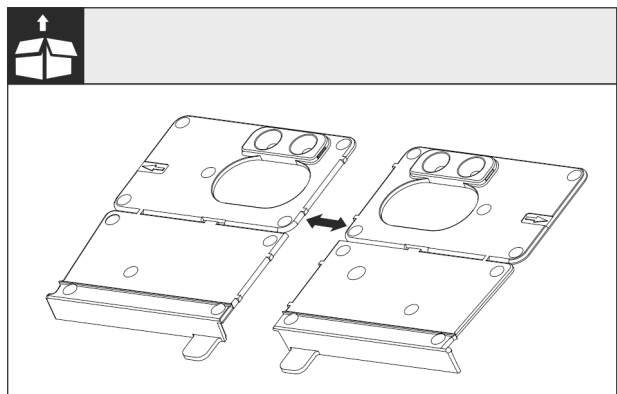

Fig. 27
- Détacher l'équerre de montage du fond Fig. 27 () au niveau de la perforation.